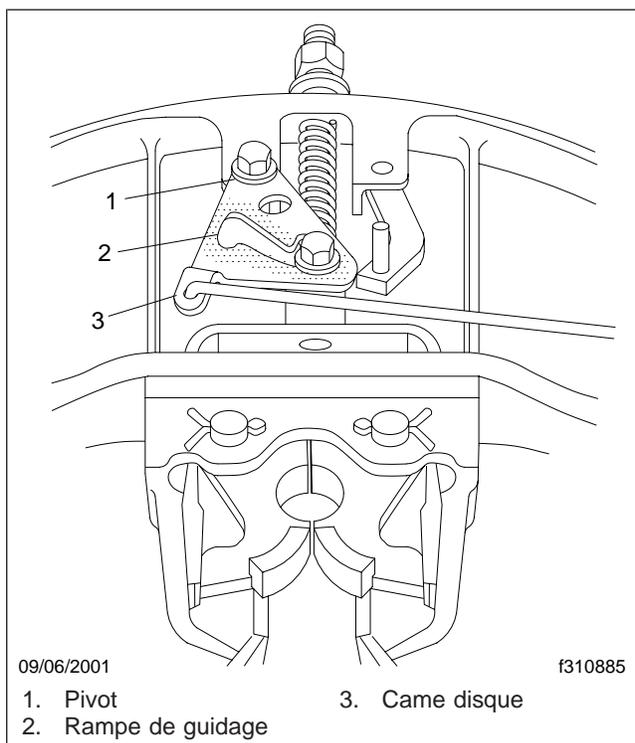

Fig. 7, Came disque de la sellette d'attelage Holland
- À l'aide d'une huile légère ou d'une huile diesel, lubrifiez la rampe de guidage et le pivot. Voir la figure 7.